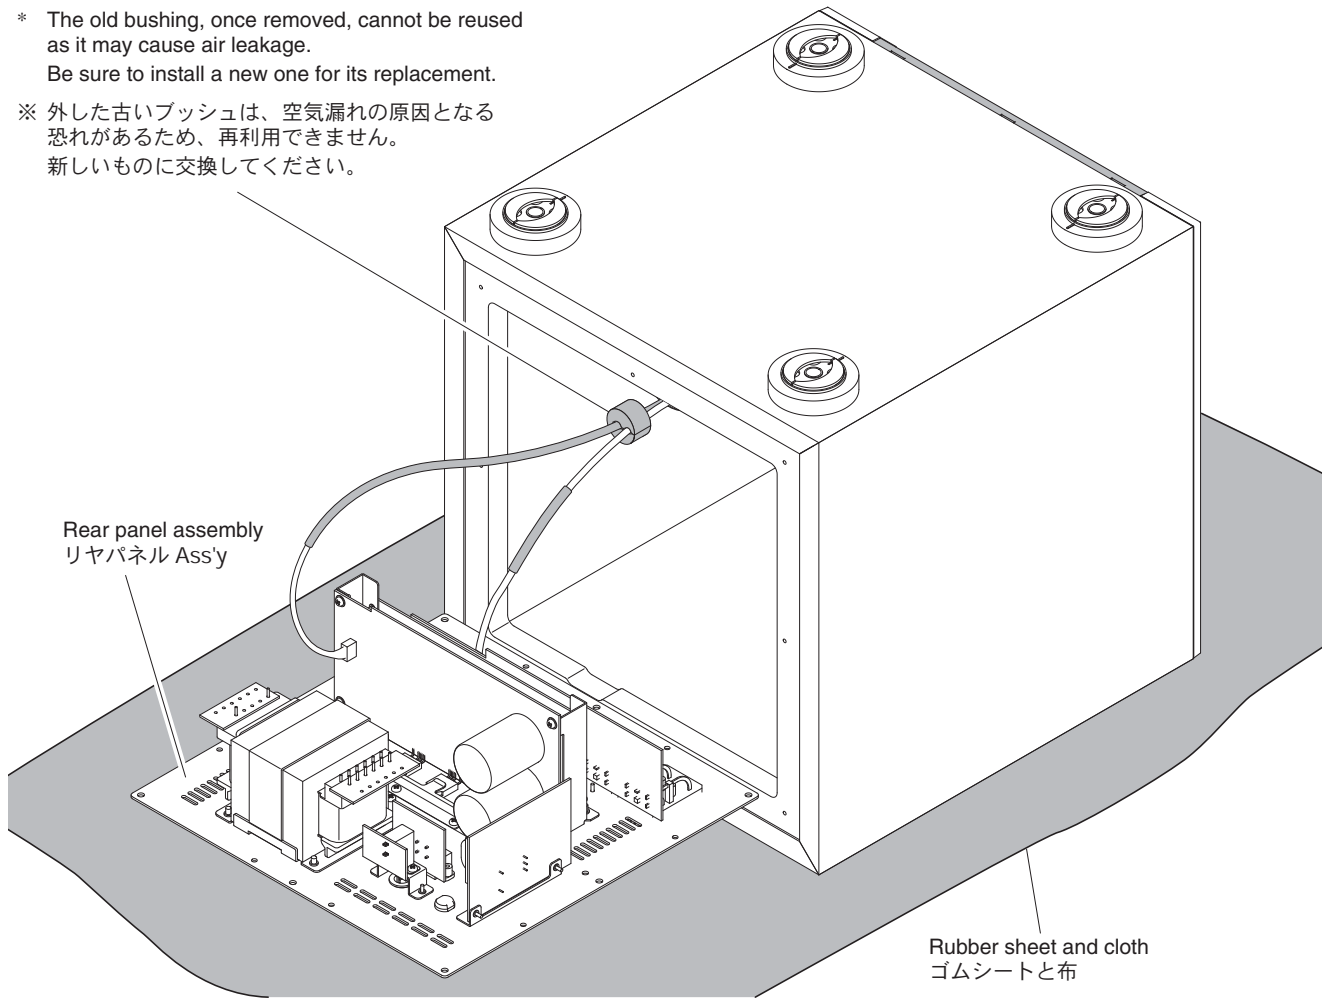

Fig. 4
- Spread the rubber sheet and cloth. Then place this unit on the cloth and check it. (Fig. 4)
- ゴムシートと布を敷き、その上に本機を置いてチェックします。(Fig. 4)